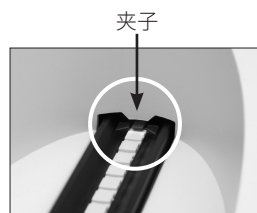

图 6
- b. 将 IDEXX VetLab UA 校准条放在检测架上（检测片一面朝上），使试纸条前缘被插槽前端的夹子夹紧（图 6）。固定杆必须处于抬起状态。